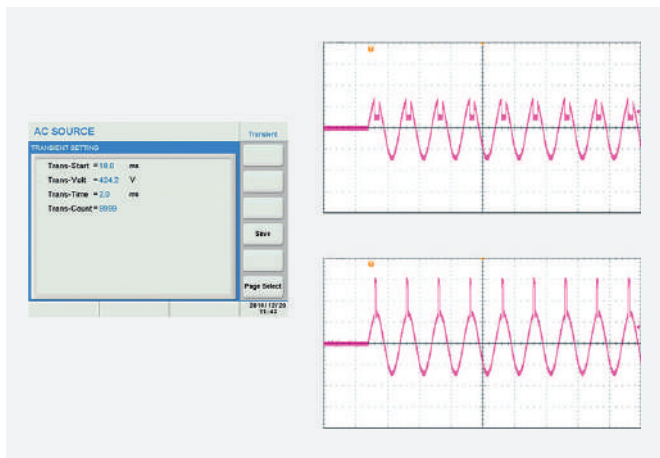

Рис. 9. Имитация провалов и выбросов
**Имитация провалов и выбросов.** Программное обеспечение позволяет задать время первого провала / выброса, напряжение во время провала / выброса, продолжительность, а также число повторов (рис. 9).